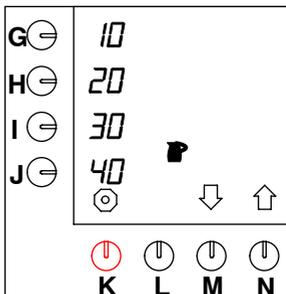

Fig. 27 Regolazione dei tasti di selezione preprogrammati per i bricchi
- Premere il tasto di selezione (N.) $\uparrow$  fino a che sullo schermo viene visualizzato quanto illustrato nella fig. 27 .